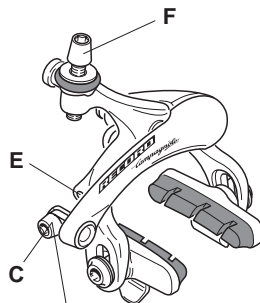
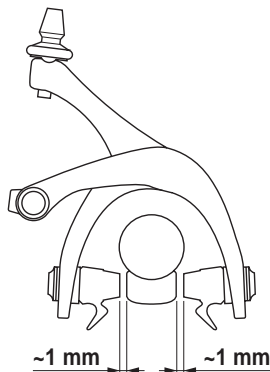

Fig. 6
Fig. 7
- Si vos freins ont une vis de réglage de la tension du ressort de rappel (E - Fig. 6), il vous est possible d'assouplir ou au contraire de durcir la commande du frein, en l'adaptant ainsi à la force de l'utilisateur. Pour modifier cette tension, vissez ou dévissez la vis à 6 pans (clé de 2 mm) dans les limites permises par sa course.
- Fije el cable apretando el tornillo de fijación cable (C - Fig. 6) con un par de apriete de 5 N.m - 3.7 lb.ft. con una llave allen de 5 mm. Asegúrese de apretar adecuadamente el cable, sin dañarlo, de manera que no se afloje durante el accionamiento de los frenos.
- Las zapatas tienen que estar a 1 mm más o menos de la superficie de la llanta (Fig. 7). Si fuera necesario, realizar una regulación precisa mediante el tornillo de ajuste de la tensión del cable (F - Fig. 6).
- Si vuestros frenos están dotados con el tornillo de regulación de la tensión del muelle de retorno (E - Fig. 6) se puede obtener una acción del freno más o menos suave y adecuada a la fuerza de la persona que lo utiliza. Para modificar la tensión apriete o afloje el tornillo a llave allen (llave de 2 mm) dentro de los límites que consiente su excursión.